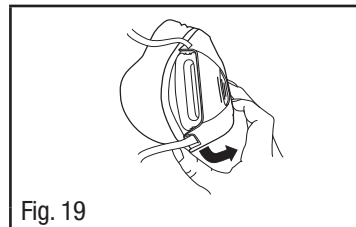

Fig. 19
1. Retirer l'ensemble harnais de tête en tirant vers le bas et vers l'extérieur de l'ensemble harnais de tête jusqu'à ce qu'il se dégage du bas du masque (Fig. 19).